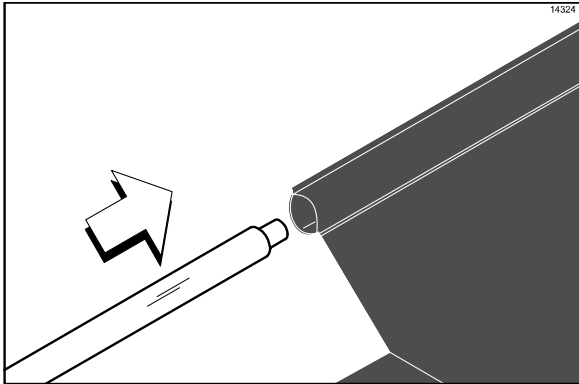

Abbildung 8
1. Den Haltestab durch den Saum der Trennfolie schieben. (Siehe Abbildung 8.)